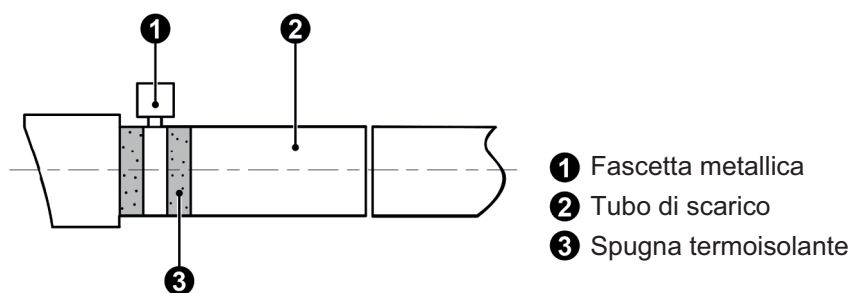
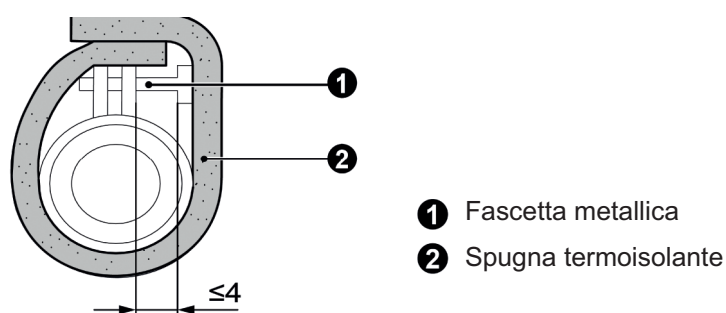

Fig. 4.8
Fig. 4.9
(1) Inserire il tubo di scarico nel foro di scarico e serrarlo con nastro, come mostrato in Fig. 4.8.
(2) Stringere la fascetta, mantenendo una distanza inferiore a 4 mm tra il dado ed il tubo.
① Fascetta metallica (accessorio)
② Tubo di scarico (accessorio)
③ Nastro grigio (accessorio)
(3) Isolare la fascetta ed il tubo, come mostrato in Fig. 4.9.
② Spugna termoisolante (accessorio)